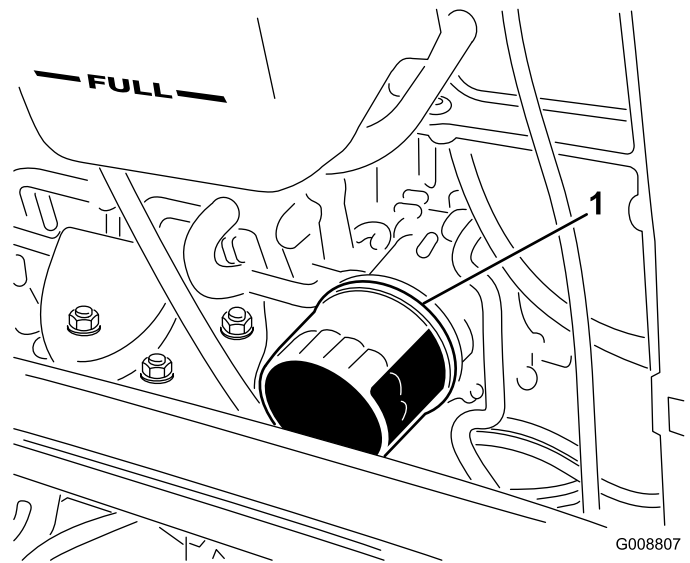

Figura 59
- Togliete il filtro dell'olio (Figura 59). Applicare un velo di olio pulito sulla tenuta del nuovo filtro prima di avvitarla. Non serrate troppo.